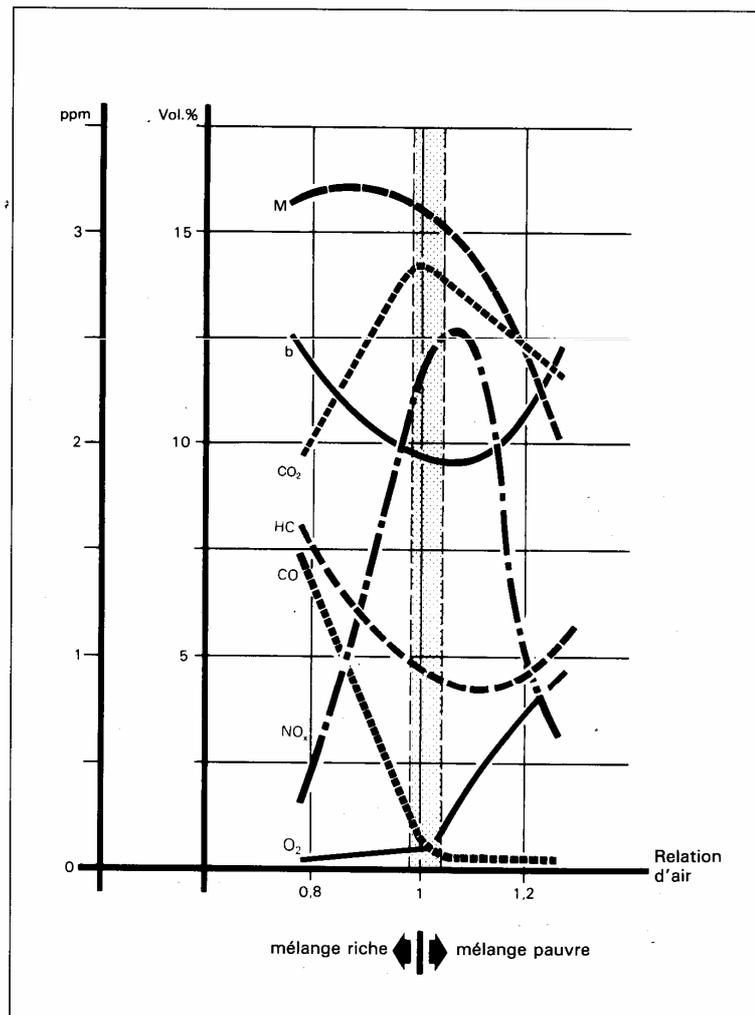

Fig. 2 Influence de la composition du mélange sur les gaz d'échappement
La valeur de lambda permet de voir immédiatement si un mélange est riche ou pauvre. La figure 2 montre combien est étroit le domaine dans lequel le rapport du mélange peut varier et comment ce rapport de mélange se répercute sur la composition du gaz d'échappement. Ce diagramme montre l'étroitesse de la zone utilisable et la difficulté du problème des gaz d'échappement. Il illustre l'influence de la composition du mélange sur les gaz d'échappement (CO, CO2, HC, NOx), la consommation d'essence (b) et le couple (M) lors d'une charge partielle (régime moyen constant et remplissage du cylindre constant).